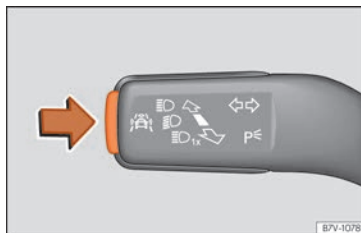

Fig. 48 En la palanca de intermitentes y de luz de carretera: tecla para los sistemas de asistencia al conductor.
- Pulse brevemente la tecla » fig. 48 en la dirección de la flecha para abrir el menú **Asistentes**.